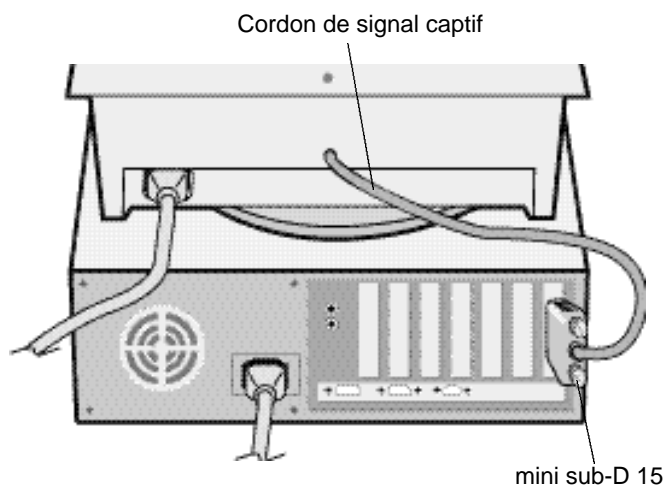

Figure A.1
- 3 **Sur PC:** Connectez la mini sub-D 15 broches du câble vidéo à la carte vidéo de votre système (Figure A.1). Bloquez les vis de fixations.